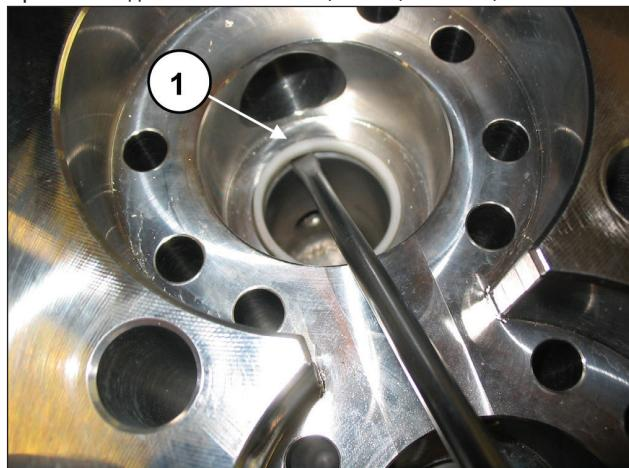

Рис. 105
Выньте гнезда клапанов и проверьте степень износа уплотнений. При необходимости замените (поз. ①, Рис. 105).